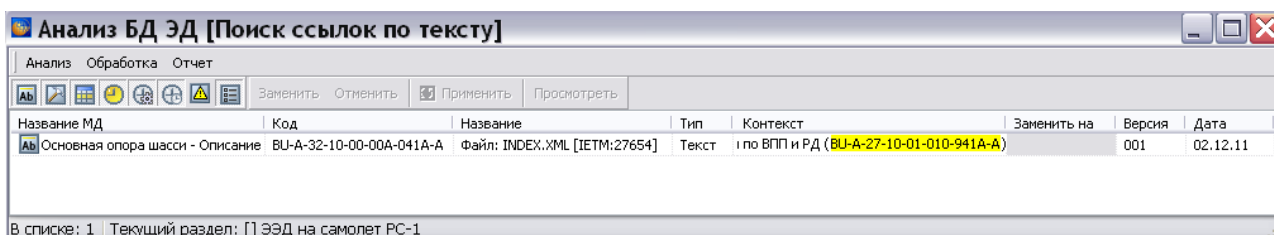

Рис. 21.197
7. В окне **Анализ БД ЭД** появится результат поиска (Рис. 21.197).